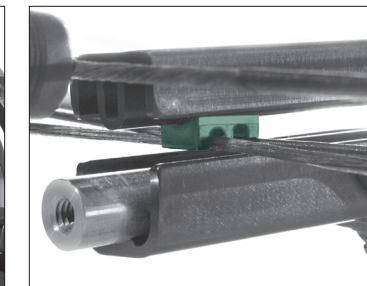

FIGURA 2
- A continuación, oriente las palas y el conjunto del elevador (Parte B) de modo que la cuerda del arco (Parte 16) se apoye en la parte superior del riel de vuelo (Parte 4) y la corredera del cable encaje en la abertura al final del riel. El lado de la corredera del cable que tiene la ranura abierta debe estar hacia arriba, con la abertura más ancha hacia la parte posterior de la ballesta, de modo que se inserte suavemente en la abertura del carril. Vea la Figura 2.